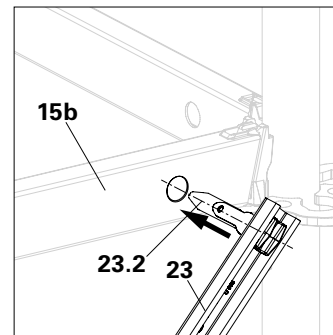

Abb. A4.07d
4. Kippfinger in die Bohrung des oberen Horizontalriegels (**15b**) stecken. (Abb. A4.07d)